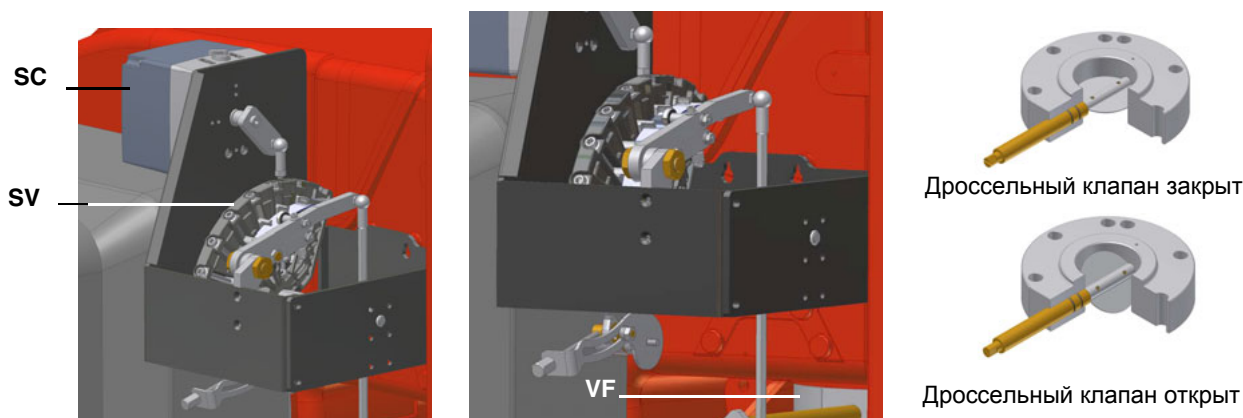

Рис. 14
- 7 установить вручную варьируемый сектор **SV** (см. Рис. 14) в положение большого пламени, проверяя постоянно содержание уходящих газов, и заблокировать его на желаемом положении, установив сервопривод в положение автоматической работы AUTO (с помощью соответствующего переключателя - см. фото)
- 12 После регулировки расхода воздуха и газа на максимальной мощности, приступить к регулировке всех точек варьируемого сектора **SV** (см. Рис. 14), вплоть до точки минимальной мощности, для этого смещая постепенно варьируемый сектор и регулируя каждый винт **V**, до тех пор пока Вы не настроите профиль стальной пластинки, действуя так, как описано в последующих пунктах.
- 13 для того, чтобы изменить положение сектора **SV** (см. Рис. 14), установить сервопривод на режим MAN, повернуть сектор и вновь установить сервопривод в режим AUTO, для того, чтобы заблокировать сектор;
- 14 воздействовать на винт **V** (см. Рис. 14), соответствующий двум подшипникам напротив на варьируемом секторе;